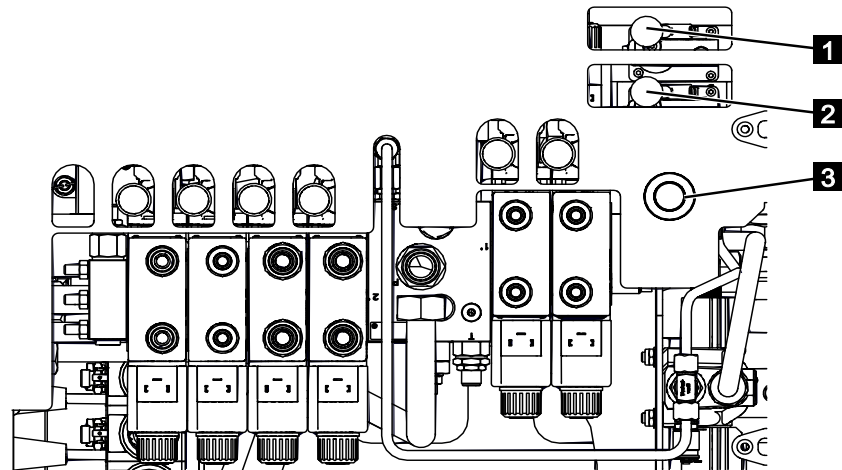

Fig. 189
5. Appuyer sur le bouton [Commande de secours] (Fig.189/3) et le maintenir enfoncé.